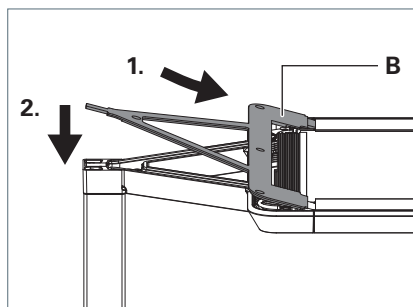

Fig. 8: Monter le recouvrement.
- Posez le recouvrement **B** avec les trois languettes à l'arrière du recouvrement dans les renforcements de la tête du luminaire et appuyez fermement sur le recouvrement, voir Fig. 8.